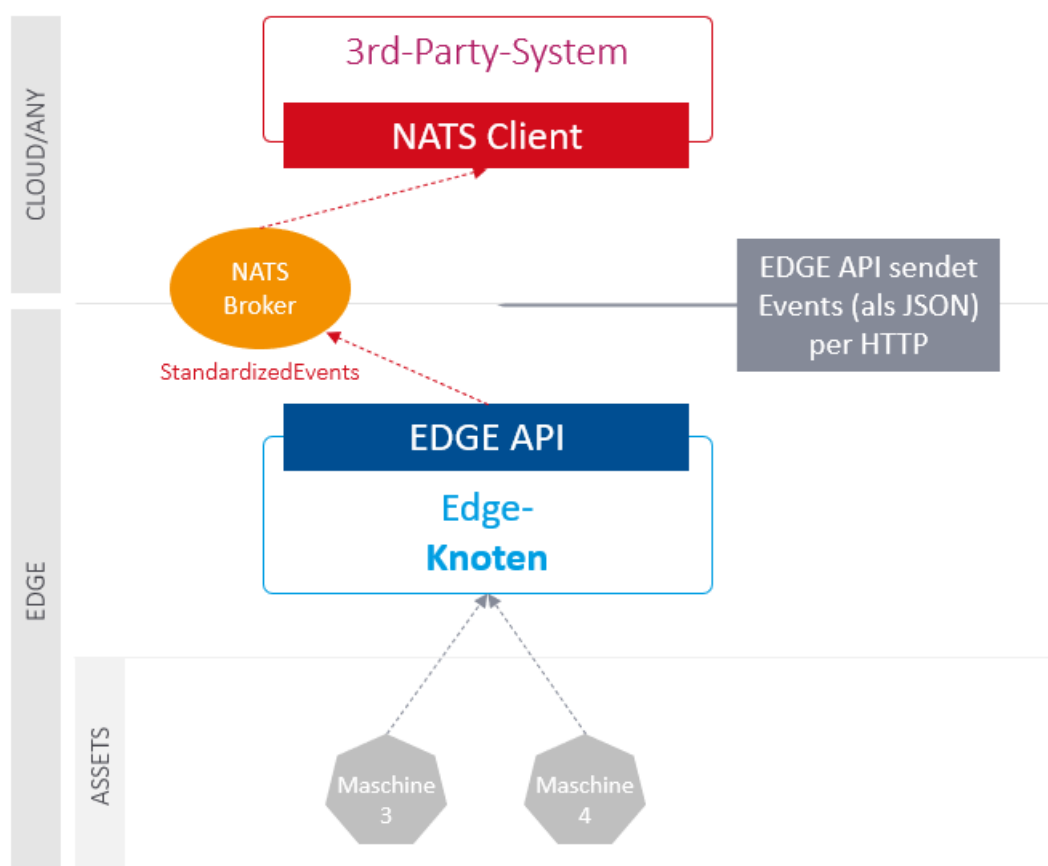

Bild 33: Kommunikation mit übergeordneten Systemen über NATS.io
3. **i** Skriptsprache kann zwischen JSON, XML oder Text gewechselt werden (siehe Bild 33)